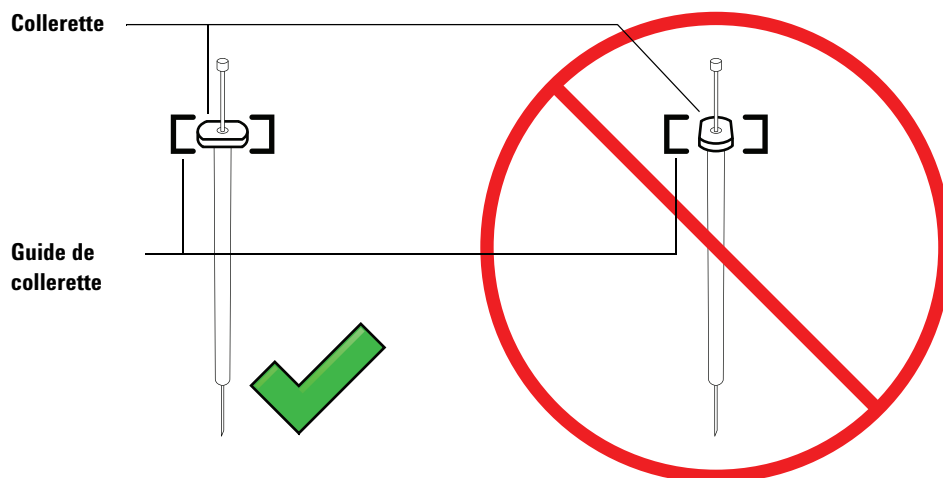

Figure 68 Orientation de la collerette de la seringue
- 7 Alignez la collerette de la seringue avec le guide de collerette, puis appuyez sur la seringue pour la mettre en place, tout en maintenant l'extrémité de l'aiguille dans l'orifice de guidage du pied de support de l'aiguille. Assurez-vous que le côté plat de la collerette de la seringue soit visible (Figure 68).